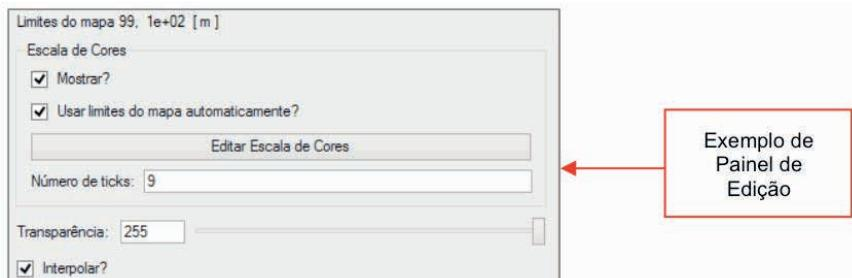

Figura 2.144 Opção Mapas - Painel de Edição de Mapas.
b) *Painel de Edição*, que permite modificar características do mapa como cor (vetor, malha, plumas etc.), tipo de escala, limites mínimo e máximo da escala, valor de corte, número de ticks, transparência do mapa, e a opção de visualizar o mapa com ou sem interpolação. Estas opções ficam disponíveis quando se escolhe a visualização de um mapa específico (Figura 2.144).